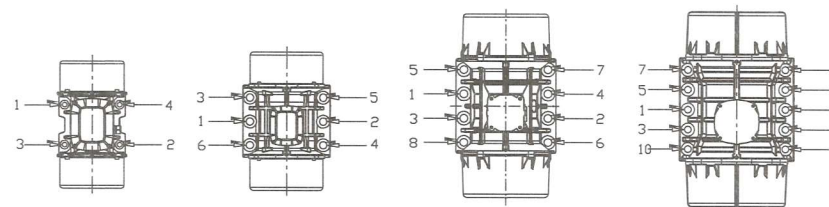

Рисунок 2 Последовательность затяжки крепежных болтов
5. Четыре болта крепления лап вибродвигателя следует выбирать в соответствии с отверстием на раме высокопрочным болтом класса не ниже 8,8, использовать гаечный ключ для надежного крепления и принимать меры против ослабления. Не допускать ослабления. При размерах SIZE10~50 следует использовать плоскую накладку для защиты от ослабления. SIZE60~130, как правило, следует крепить с помощью плоской накладки и двойной гайки для предотвращения ослабления. Затяните крепежные болты в соответствии с рис. 2. Нарушение порядка затяжки может привести к повреждению вибромотора. Перед установкой вибромотора на монтажную плиту на все болты следует нанести резьбовой клей.